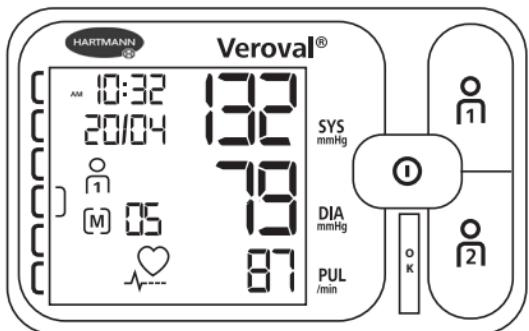

fig. 1
- Alla fine della misurazione, sul display compaiono contemporaneamente il valore della pressione sanguigna sistolica e diastolica, e, sotto, la frequenza del polso (vedi fig.1).